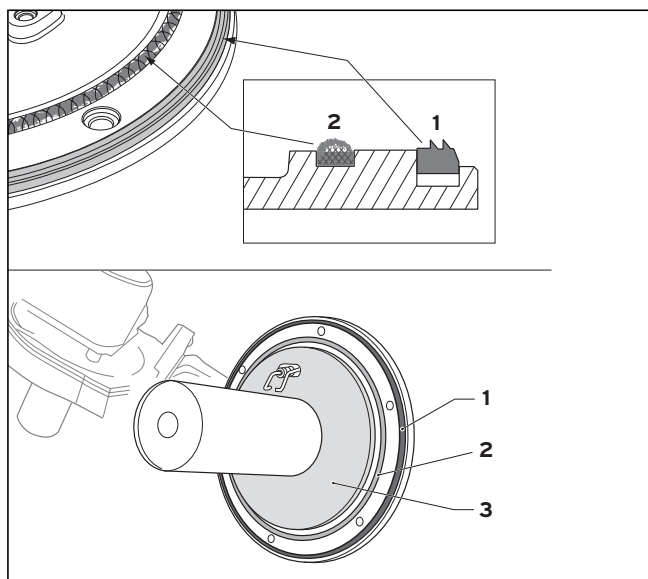

Fig. 7.2 Controllo delle guarnizioni e dell'isolamento della flangia del bruciatore
**La guarnizione silicica (1) e il cordone in silicato (2) del modulo termico compatto (fig. 7.2) (n. ET 180904) devono essere sostituiti ad ogni manutenzione. L'isolamento della flangia del bruciatore (3) sul modulo termico compatto (n. ET 180913) non deve essere danneggiato; altrimenti sostituirlo.**